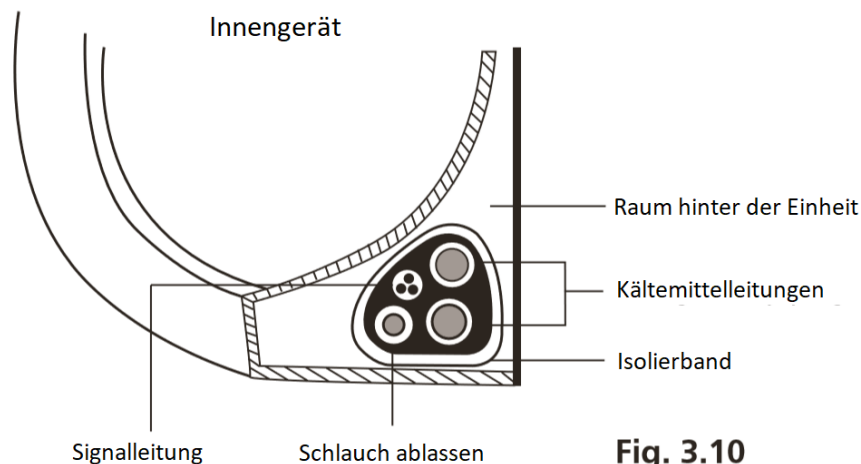

Fig. 3.10
1. Bündeln Sie den Ablaufschlauch, die Kältemittelleitungen und das Signalkabel gemäß Abb. 3.10.
2. Wickeln Sie den Signaldraht, die Kältemittelleitungen und den Ablaufschlauch mit Isolierband fest zusammen. Prüfen Sie nochmals, dass alle Artikel gemäß Abb. 3.10 gebündelt sind.